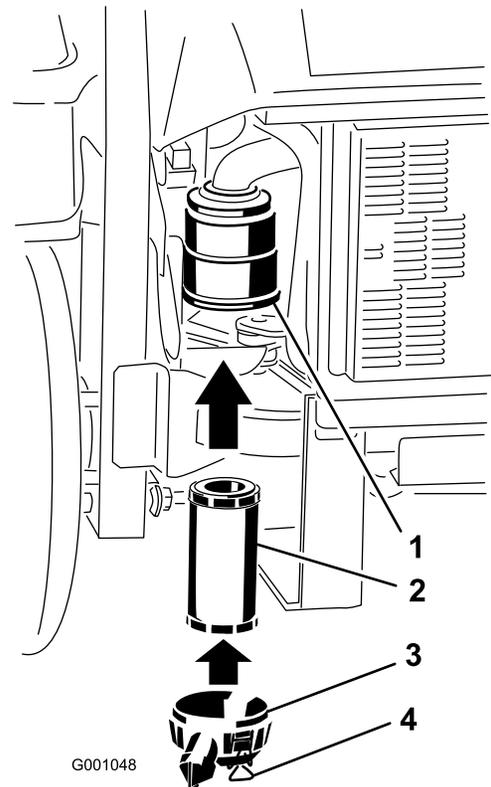

Figura 38
2. Inserite con cautela il filtro nel relativo corpo (Figura 38). Premete sul bordo esterno del filtro mentre lo inserite, per accertarvi che venga inserito a fondo.
3. Montate il coperchio del filtro dell'aria ed i dispositivi di fermo (Figura 38).